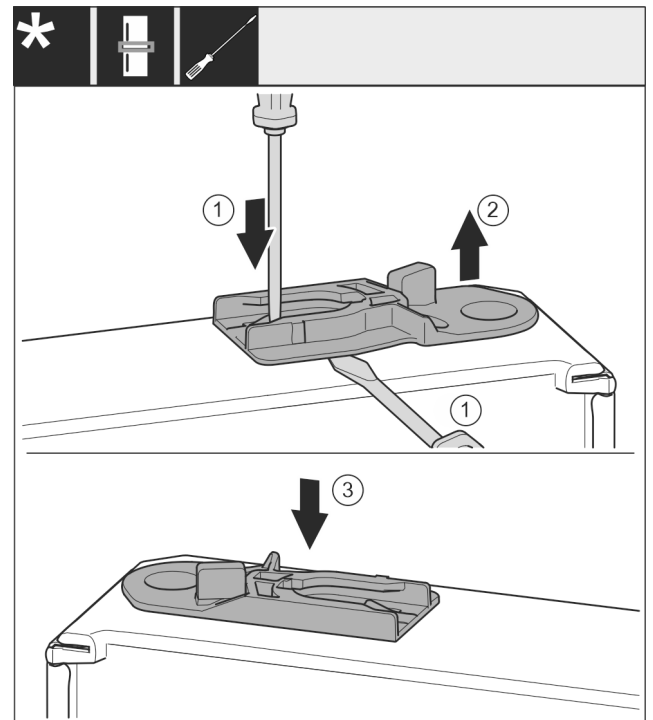

Fig. 38 *
- ▶ Extraer el casquillo de guía: Presionar la lengüeta con el destornillador para tornillos de cabeza ranurada y, simultáneamente, deslizar con el mismo destornillador por debajo del casquillo de guía. *Fig. 38 (1, 2)**
- ▶ Introducir el casquillo de guía incluido en el volumen de suministro en el otro lado de la carcasa. *Fig. 38 (3)**